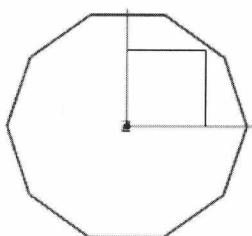
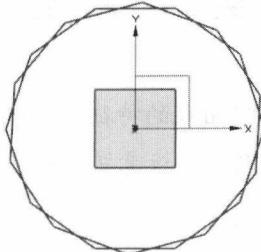
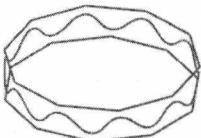

图 1.2.1 多边形 1
图 1.2.2 多边形 2
图 1.2.3 艺术样条
Step2. 创建图 1.2.1 所示的多边形 1。选择下拉菜单 **插入(S)** → **曲线(C)** → **多边形(P)** 命令；在多边形对话框的**边数**文本框中输入值 10。单击**确定**按钮，单击**内切圆半径**按钮，在**内切圆半径**文本框中输入值 50，单击两次**确定**按钮，然后单击**取消**按钮，完成多边形 1 的创建。
Step3. 创建图 1.2.2 所示的多边形 2。选择下拉菜单 **插入(S)** → **曲线(C)** →
④ 多边形(E)命令，在多边形对话框中的边数文本框中输入值 10。单击 确定 按钮，单击 内切圆半径 按钮，在内切圆半径文本框中输入值 50，在 方位角 文本框中输入值 15，单击 确定 按钮，系统弹出“点”对话框。在“点”对话框 输出坐标 区域的 Z 文本框中输入 20，单击 确定 按钮，然后单击 取消 按钮，完成多边形 2 的创建。
Step4. 创建图 1.2.3 所示的艺术样条。选择下拉菜单 **插入(S)** → **曲线(C)** → **艺术样条(S)...** 命令；在 **类型** 区域的下拉列表框中选择 **根据极点** 选项，在 **参数化** 区域的 **次数** 文本框中输入值 2，选中 **封闭的** 复选框，其他参数采用系统默认设置值；在指定极点位置依次选取图 1.2.1 和图 1.2.2 所示的边线的端点为参考，单击 **<确定>** 按钮，完成艺术样条的创建。